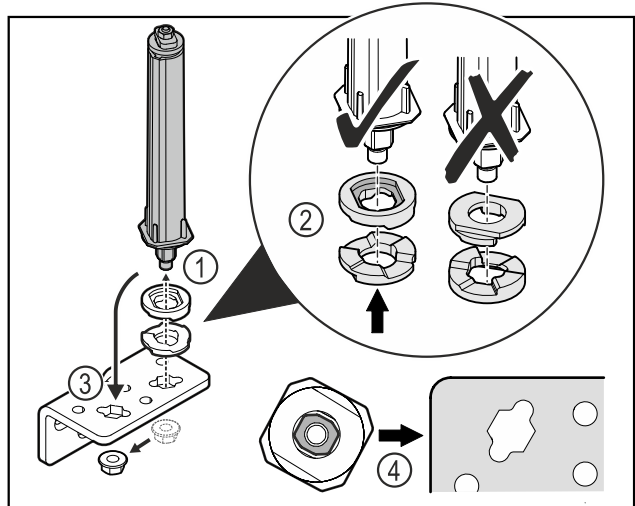

Fig. 30
- ▶ 松开螺母，并移除关门系统 Fig. 30 (1)。
- ▶ 确保高度调整垫片正确对齐 Fig. 30 (2)。
- ▶ 调换合页角铁中的关门系统并用螺母固定 Fig. 30 (3)。
- ▶ 装入时，确保关门系统正确对齐 Fig. 30 (4)。